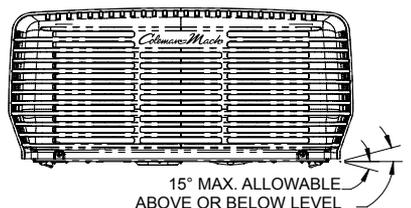

FIGURE 3
3. Le pompe à chaleur de toit doit être installé le plus à niveau gauche-droit et avant-arrière que possible avec le véhicule est stationné sur une surface plate. La Figure 3 illustre les degrés de déviation maximum permis (degrés de montage relativement à la surface plane totale).
Reportez-vous aux exigences OEM Conduits pour le dimensionnement du conduit approprié. Le document d'exigence de canalisation OEM est disponible à [www.AIRXCEL.com](http://www.AIRXCEL.com). L'unité sur le toit doit être monté aussi près de niveau d'avant en arrière et de côté à l'autre que possible. Voir Figure 3 pour les écarts de degré maximale admissibles.